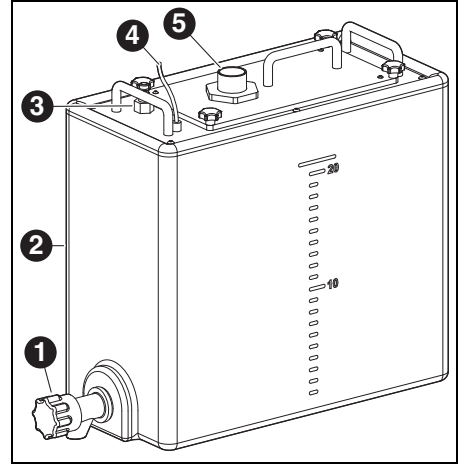

Bild 3 Anschlüsse Versorgungseinheit
- ▶ Die Steuerungsschnittstelle für die Versorgungseinheit an der Rückseite der Fräsmaschine ([9] in Bild 2) und an der Versorgungseinheit ([4] in Bild 3) mit dem Steuerungskabel verbinden.